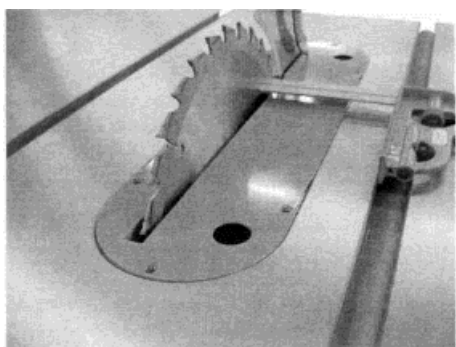

Рис. 17
Чтобы проверить и выровнять пильный диск: (см. рисунок 17):
3. Выберите зуб на дальней части пильного диска (сзади) и поднимите зуб чуть выше вставки в столе. Отметьте зуб с помощью маркера. Измерьте расстояние от правого края Т-образного паза, используя поверочный угольник. Убедитесь, что измерения по телу пильного диска между зубьями, а не на зубе (рис. 17).